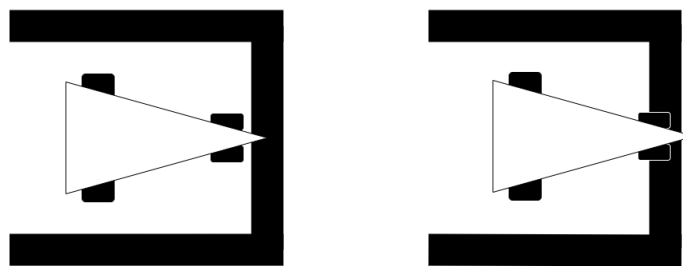
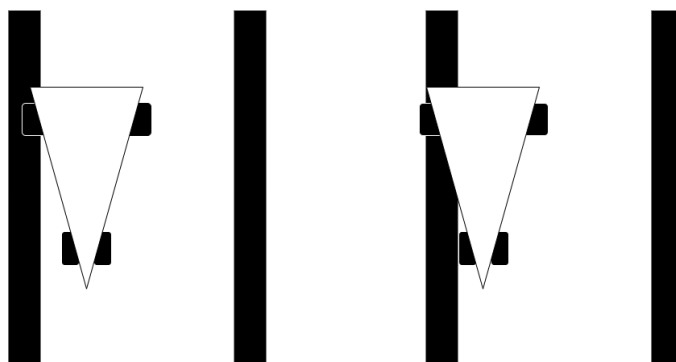

Figura 2: Robô não cruzou (esquerda) e cruzou (direita) a linha de chegada
Figura 3: Robô dentro (esquerda) e fora (direita) da sua faixa de rodagem
- a) considera-se que o robô terminou a pista quando a sua parte dianteira (qualquer parte do robô, exceto o sensor usado para deteção da mudança do semáforo) tiver ultrapassado totalmente (cruzado) a linha que assinala o final da pista, como se ilustra na Figura 2;
- e) considera-se que um robô saiu da sua faixa de rodagem se, pelo menos, parte de 1 das rodas ou parte do chassis ultrapassar totalmente a linha de marcação do limite da faixa de rodagem, como se ilustra na Figura 3;
- f) caso, após terminar a pista, o robô se imobilize de forma autónoma no espaço máximo de 0,5 m após o final da pista (nenhuma parte do robô pode ultrapassar as linhas que assinalam este limite, quer na direção do movimento (como ilustrado na Figura 2), quer lateralmente (como ilustrado na Figura 3)), é-lhe atribuído 1 ponto adicional;
- g) caso, após terminar a pista, o robô se imobilize de forma autónoma no espaço máximo de 1,0 m após o final da pista (nenhuma parte do robô pode ultrapassar as linhas que assinalam este limite, quer lateralmente (como ilustrado na Figura 2),
quer na direção do movimento (como ilustrado na Figura 3)), é-lhe atribuído 0,5 ponto adicional;